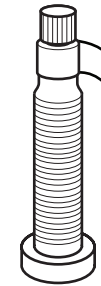

Figure 46. Entourez de quatre couches de ruban de téflon.
2. Entourez l'extrémité de la valve de quatre couches de ruban de plombier en téflon pour recouvrir à la fois le filetage étroit et une petite portion de la partie plus large du corps. Avertissement : Ne couvrez pas l'ouverture de passage de l'air à l'extrémité de la valve (Figure 46).